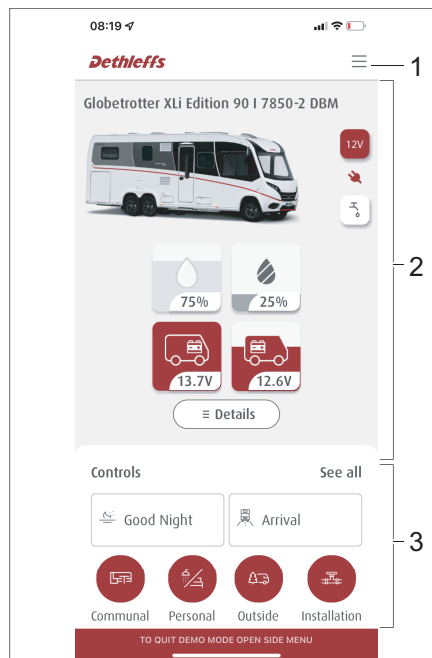

Fig. 300 Organización de la aplicación Dethleffs Connect
- Área de menú (Fig. 300,1)
- Datos del vehículo (Fig. 300,2)
- Área de manejo y escenarios (Fig. 300,3)